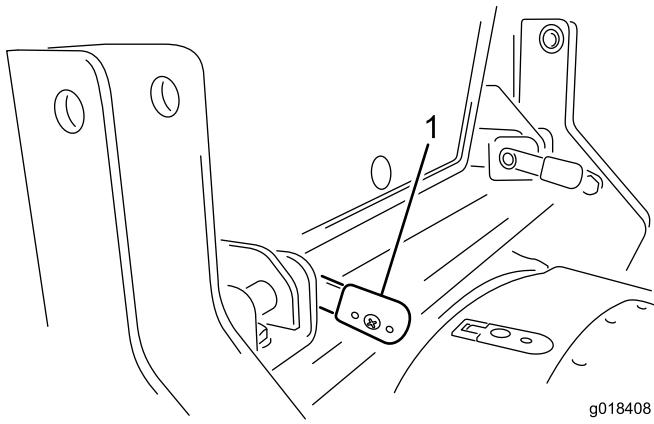

Figura 17
4. Dopo avere inserito completamente le leve, ruotatele all'indietro per bloccarle in posizione (Figura 17).